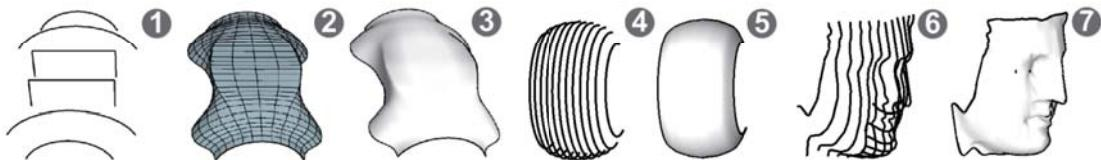

图 1.4.15 轮廓线成形
这是一种用一组轮廓线生成曲面的技术（须插件配合），在生成过程中同样可自动完成细分、折叠、平滑与柔化。特别是图 1.4.15 ①②③ 所示从轮廓线生成曲面的过程中可见，中间的两个矩形轮廓是如何跟两端弧形的轮廓自动生成自然平滑的过渡。图 1.4.15 ④⑤ 和 ⑥⑦ 所示两组标本也有同样的表现。